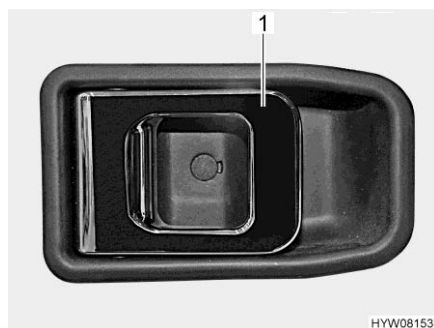

Fig. 54 Serratura della porta (porta conducente/porta di ingresso, lato interno)
- Tirare la maniglia (Fig. 54,1). La serratura della porta si sblocca o apre.
- Premere la maniglia (Fig. 54,1). La serratura della porta si blocca.